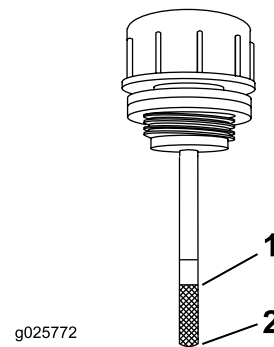

Figura 68
6. Limpie la zona alrededor de la varilla del depósito de sistema hidráulico (Figura 68).
7. Retire la varilla del depósito del sistema hidráulico (Figura 68).
9. Retire la varilla e inspeccione el extremo (Figura 68). Si el nivel de fluido está en la marca de añadir, vierta lentamente en el depósito hidráulico solo la cantidad de fluido necesaria para que el nivel llegue hasta la marca de lleno.